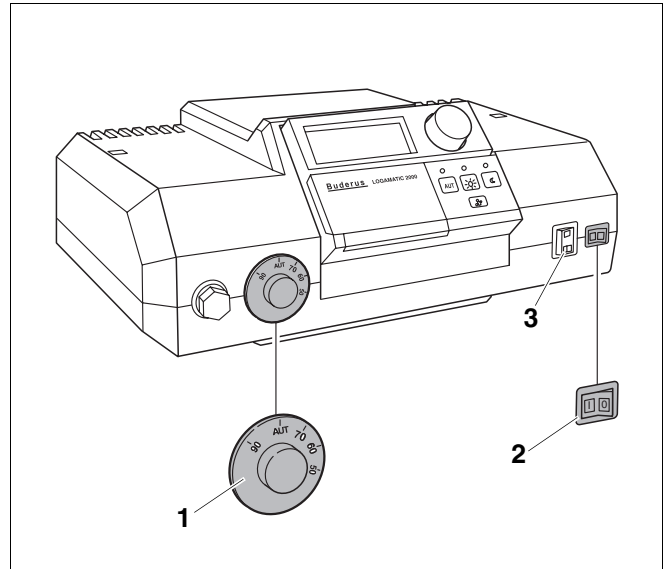
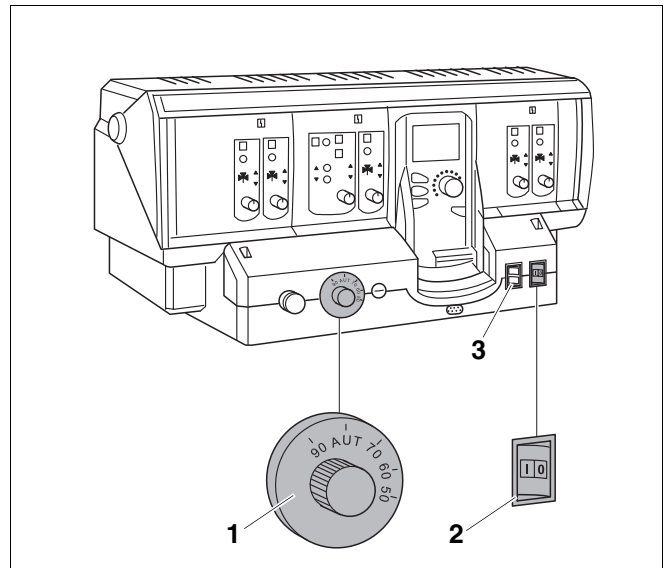

Abb. 4 Regelgerät (hier z. B.: Logamatic 2107)
Abb. 5 Regelgerät (hier z. B.: Logamatic 4211)
Nehmen Sie Ihren Heizkessel über das Regelgerät Abb. 4 und Abb. 5 in Betrieb. Mit der Inbetriebnahme des Regelgerätes nehmen Sie automatisch den Brenner mit in Betrieb. Der Brenner kann anschließend vom Regelgerät gestartet werden. Weitere Informationen dazu können Sie in der Bedienungsanleitung des jeweiligen Regelgerätes nachlesen.
- Stellen Sie den Betriebsschalter (Abb. 4, **Pos. 2** und Abb. 5, **Pos. 2**) in Stellung „I“ (EIN).
- Stellen Sie den Kesselwassertemperaturregler (Abb. 4, **Pos. 1** und Abb. 5, **Pos. 1**) auf „AUT“. Bei Konstantregelung auf die gewünschte Temperatur (min. 65 °C) einstellen.
- Stellen Sie den Betriebsschalter (Abb. 4, **Pos. 2** und Abb. 5, **Pos. 2**, Seite 8) in Stellung „0“ (AUS).